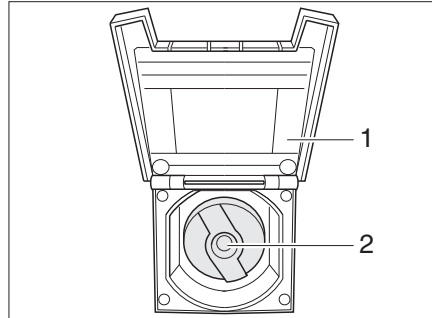

Bild 369 Verschlussdeckel für Trinkwasser-Einfüllstutzen
- Abdeckklappe (Bild 369,1) zum Trinkwasser-Einfüllstutzen öffnen. Der Deckel wird magnetisch an der Außenwand des Fahrzeugs gehalten.
- Schlüssel in Schließzylinder (Bild 369,2) stecken und eine viertel Umdrehung entgegen dem Uhrzeigersinn drehen.
- Trinkwasser-Einfüllstutzen (Bild 369) öffnen.